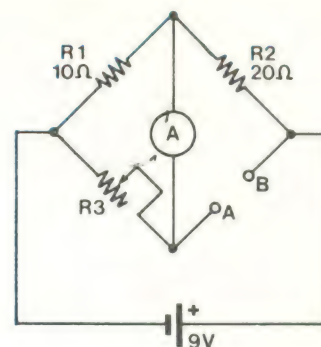

FIGURA 6
2) — Observe o circuito da figura 6, que faz parte de uma ponte de Wheatstone de laboratório. A e B são os bornes de prova, onde são inseridos os resistores desconhecidos e  $R_3$  é um potenciômetro de precisão, com escala graduada.  $R_1$  e  $R_2$  são os resistores de medida, também de precisão. Se a escala de  $R_3$  indicar  $4,7 \text{ k}\Omega$ , após a ponte ter sido equilibrada, qual será o valor apresentado por  $R_3$ ?